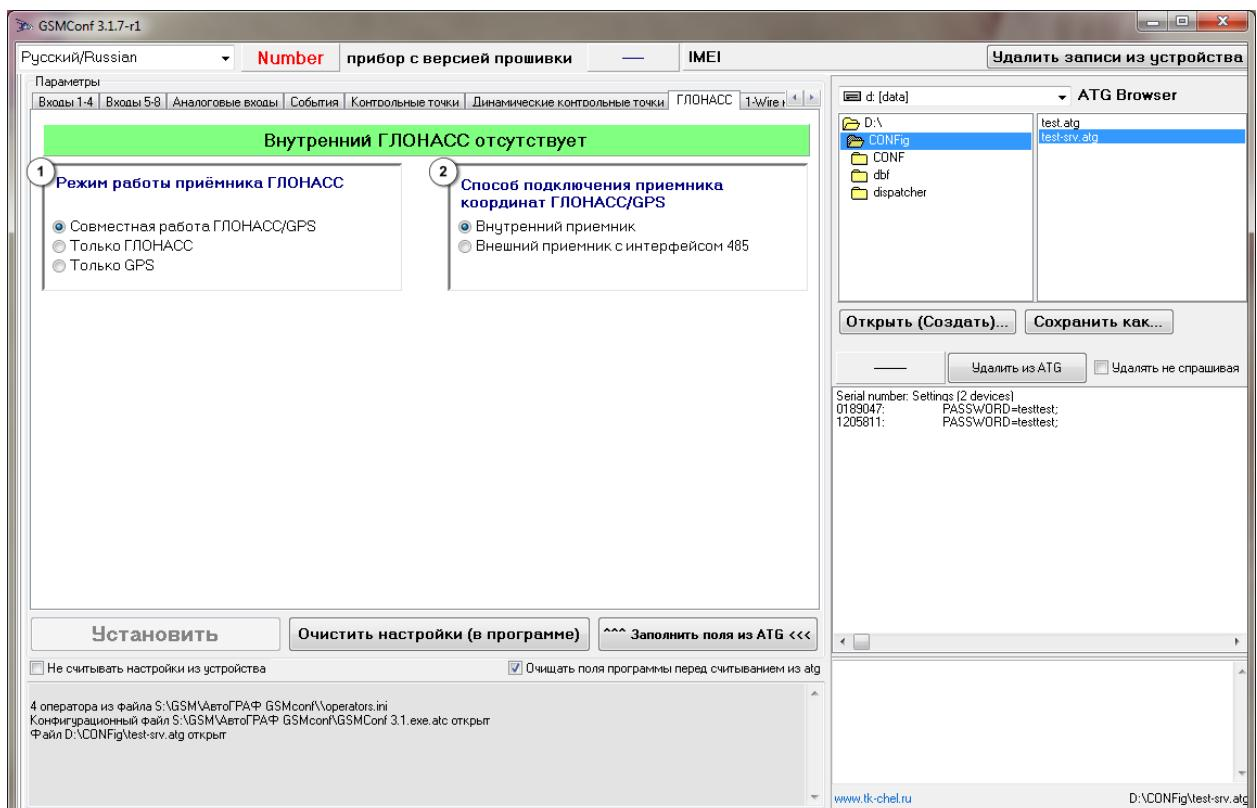

Рис.18 – ГЛОНАСС.
- Опция дублируется на вкладке «ГЛОНАСС» (рис.18,п.2.2).